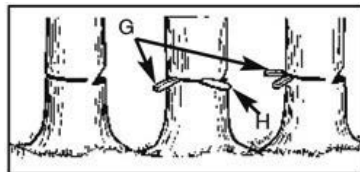

Fig. 2C
- Utilizzare cunei di legno o di plastica (G) per evitare di bloccare la barra o la catena (H) nel taglio. I cunei controllano anche l'abbattimento (Fig. 2C).